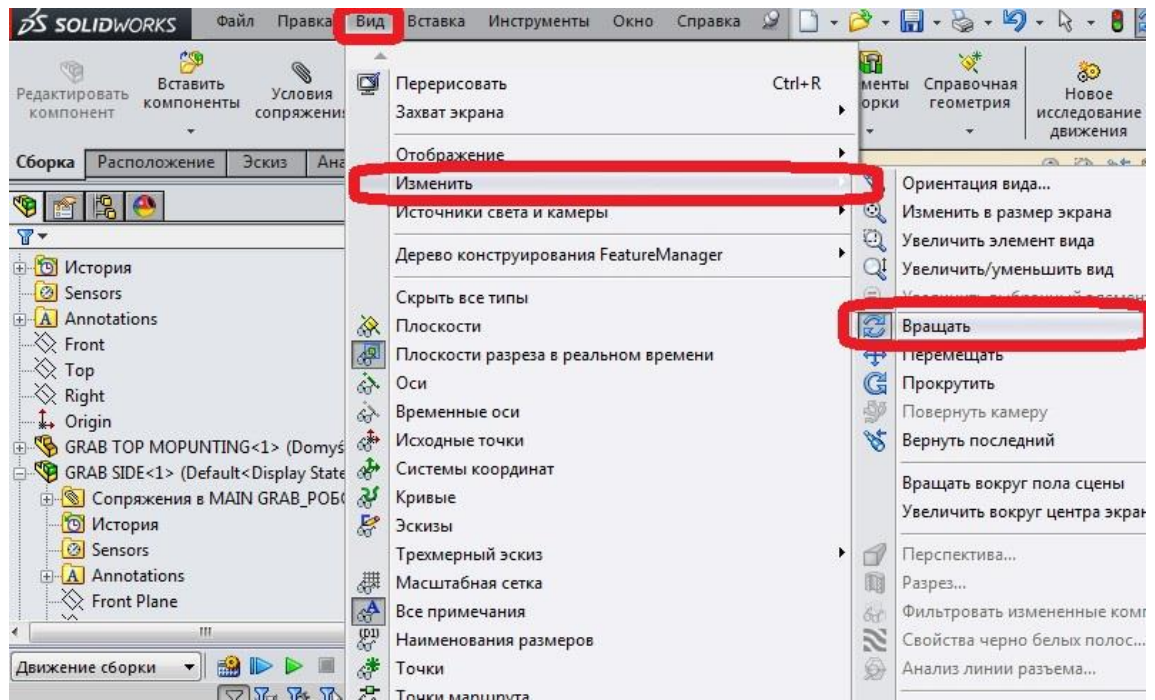

Рис. 9. Зміна положення виду.
3.4.2. Поверніть збірку в інше положення. Для цього виберіть **Обертати вид** (панель інструментів Вид > Змінити > Обертати див. рис.9)